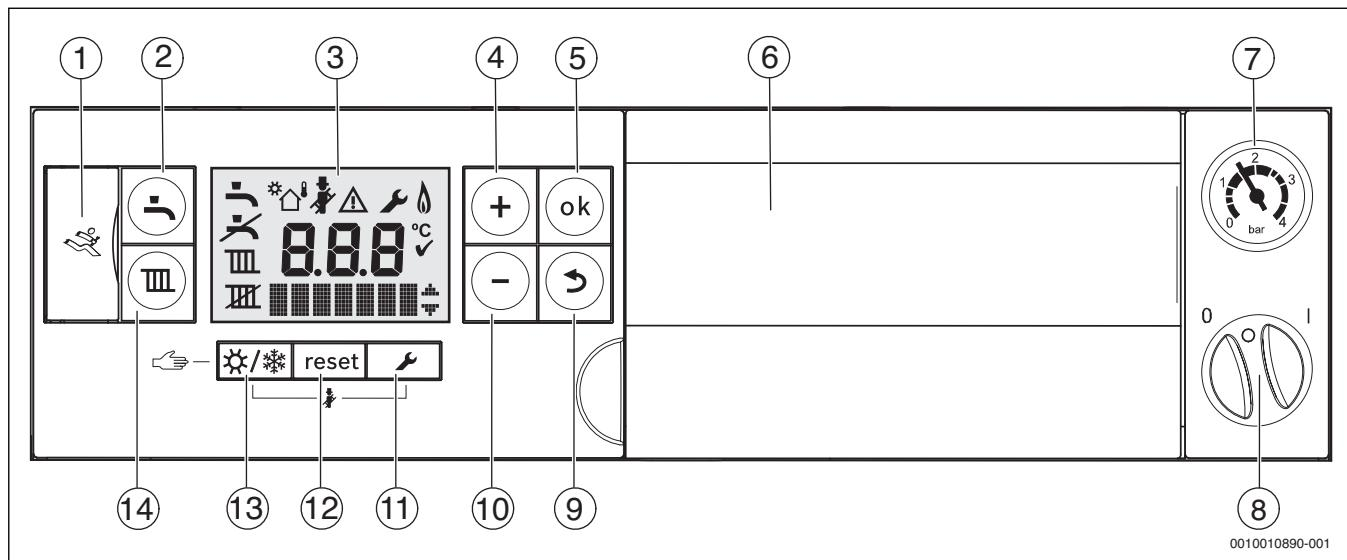

Рис. 1 Панель управления с открытой крышкой
- ▶ Включите котел пусковым выключателем (→ рис. 1).
- ▶ Выключите котел пусковым выключателем (→ рис. 1).
Таб. 1 Знаки на дисплее (→ рис. 1)